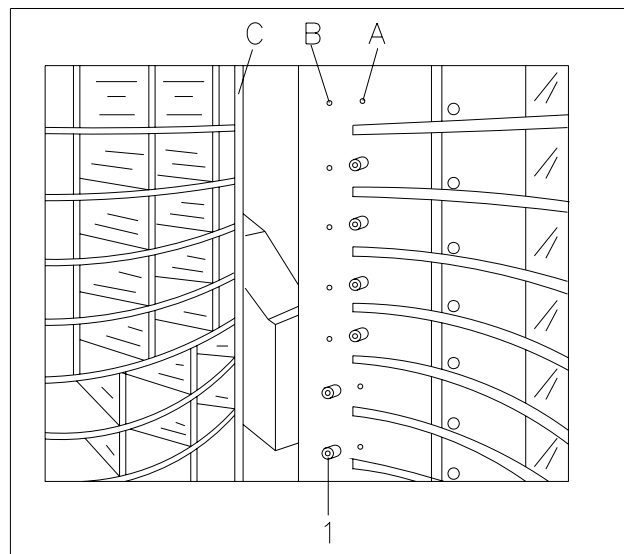

ABB. 11
Die Fächer, mit denen der Automat geliefert wird, haben vorgeregelte Räume wie in ABB. 9. Man kann die Zahl der Fächer ändern, indem man die Trennwände wegnimmt oder einsetzt. Die Zahl der Räume pro Etage kann 6,12,18 betragen. Wenn man die Zahl der Fächer ändert, muß man auch die Lage der Klappenhalterung (1 ABB. 11), die dem geänderten Fach entspricht, ändern, so daß die Abmessung der Tür, die sich öffnet, der Abmessung der geänderten Fächer entspricht.
- a) Die Sperre 1 ABB. 11 in die Bohrung -A- für Aufteilungen mit 18 Räumen einschrauben.
- b) Die Sperre 1 ABB. 11 in die Bohrung -B- für Aufteilungen mit 12 Räumen einschrauben.
- c) Die Sperre 1 ABB. 11 herausnehmen, so daß die Entnahmetür auf den Ständer C für Abteilungen mit 6 Räumen anschlägt.